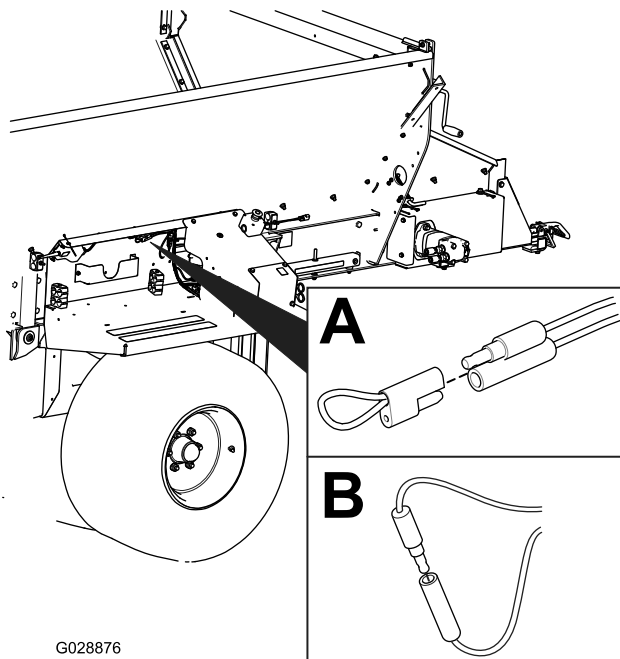

Figura 64
2. Retire a tampa dentada dos dois conectores de diagnóstico do shunt (Figura 64, A).
3. Ligue os conectores de diagnóstico do shunt em conjunto (Figura 64, B).